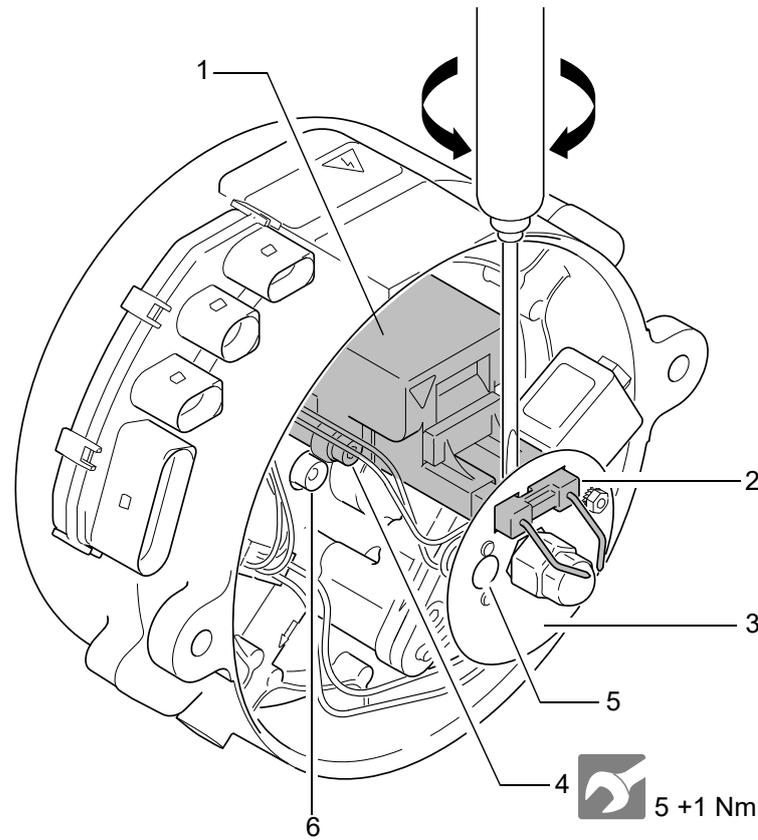
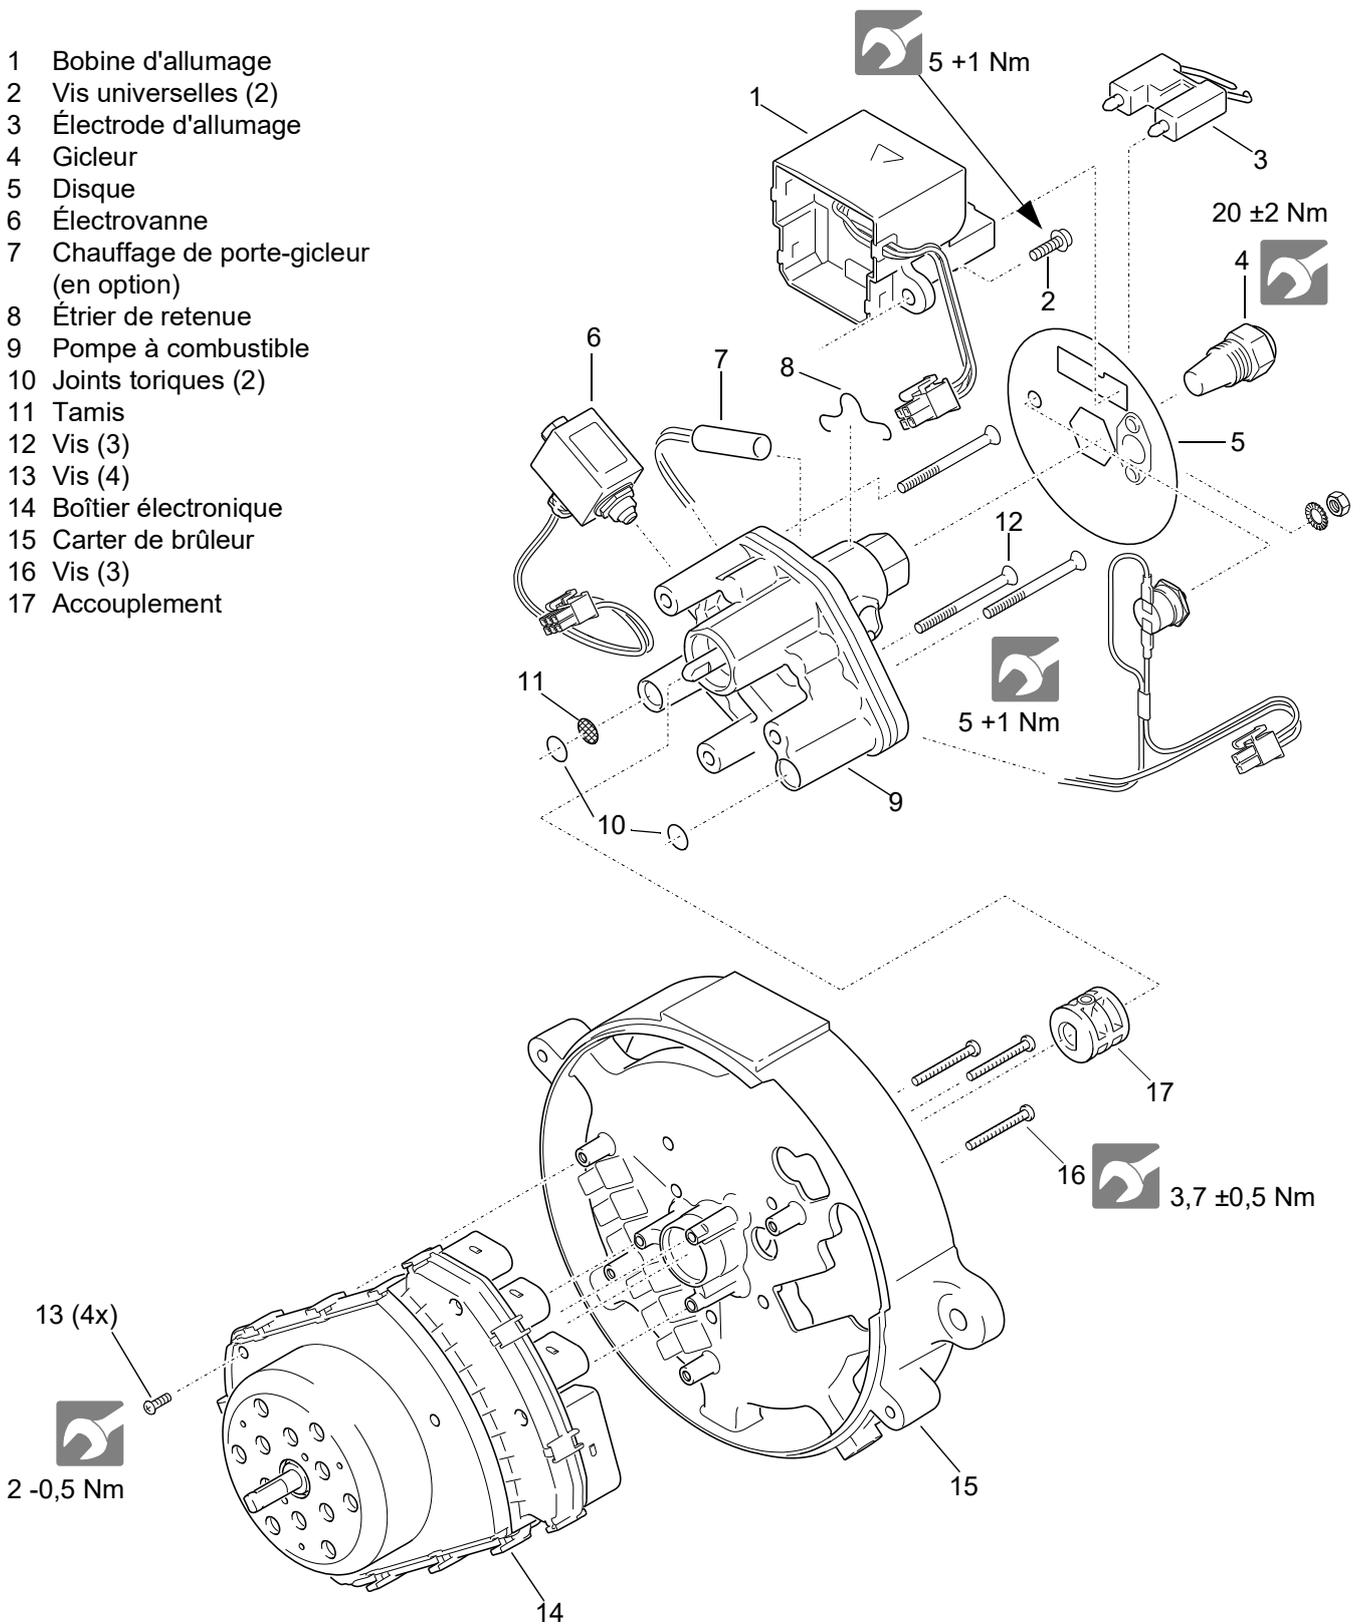
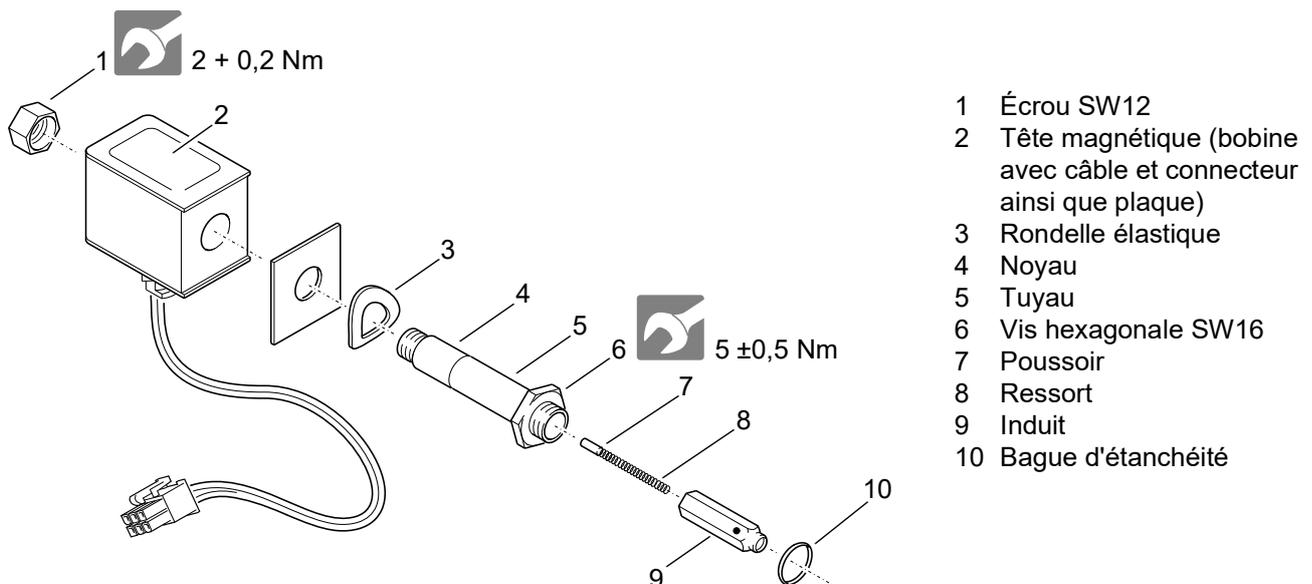

Fig. 804 Montage et démontage de la bobine d'allumage / de l'électrode d'allumage
Fig. 805 Montage et démontage des composants
Fig. 806 Montage et démontage de l'électrovanne
2. À l'aide d'un tournevis, soulevez et enlevez l'électrode d'allumage de la bobine d'allumage en la tournant sur le côté (voir Fig. 804).
3. Retirez le disque (3) du porte-gicleur.
5. Retirez les vis combinées (4).
6. Retirez et enlevez la bobine d'allumage (1).
1. Positionnez la bobine d'allumage (1, Fig. 804) dans sa position d'installation et la fixez à l'aide des vis combinées (4).
3. Insérez le disque (3) sur le porte-gicleur de la pompe à combustible (9, Fig. 805) et l'alignez de sorte que l'électrode d'allumage (2, Fig. 804) puisse être insérée sur la bobine d'allumage et que le hublot soit au-dessus du contrôleur de flammes.
4. Insérez l'électrode d'allumage (2, Fig. 804) sur la bobine d'allumage.
- 4 Vis (2)
2. Si nécessaire, enlevez l'accouplement (17, Fig. 805) de l'arbre moteur du moteur du brûleur.
4. Retirez les 4 vis (13) qui assurent la fixation du boîtier électronique sur le carter de brûleur.
5. Retirez les 3 vis (16) qui assurent la fixation du moteur du brûleur sur le carter de brûleur.
6. Retirez le boîtier électronique (14) du carter de brûleur (15).
1. Placez le boîtier électronique (14, Fig. 805) dans sa position d'installation sur le carter de brûleur.
2. Vissez les 3 vis (16) qui assurent la fixation du moteur du brûleur sur le carter de brûleur.
3. Vissez les 4 vis (13) qui assurent la fixation du boîtier
5. Enfichez l'accouplement (17, Fig. 805) sur l'arbre moteur du moteur du brûleur.
2. Démontez la rondelle (3, Fig. 804).
5. Retirez les 3 vis (12, Fig. 805) qui assurent la fixation de la pompe à combustible sur le carter de brûleur.
6. Enlevez la pompe à combustible (9) et l'électrovanne (6).
7. Enlevez les joints toriques (10) et le tamis (11).
8. Si nécessaire, démontez l'électrovanne (6) de la pompe à combustible (9) (voir 8.9).
- 2 Vis universelles (2)
1. Si nécessaire, monter l'électrovanne (6, Fig. 805) sur la pompe à combustible (9) (voir 8.9).
2. Monter de nouveaux joints toriques (10) et un nouveau tamis (11) sur la pompe à combustible (9).
**Pour éviter d'endommager les joints toriques, ne pas tourner la pompe à combustible (9) lors du montage. Lors du montage de la pompe à combustible, utiliser de nouvelles vis possédant un revêtement de filetage.**
3. Placer la pompe à combustible (9) dans sa position d'installation en face du carter du brûleur (15). Si nécessaire, aligner au préalable l'accouplement (17) sur l'arbre du moteur du brûleur en le faisant pivoter.
4. Fixer la pompe à combustible (9) avec 3 nouvelles vis (12, avec revêtement de filetage).
5. Brancher le connecteur de l'électrovanne (6) sur le boîtier électronique (14).
7. Monter la rondelle (3, Fig. 804).
2. À l'aide d'un tournevis, soulever et enlever l'électrode d'allumage (3, Fig. 805) de la bobine d'allumage en la tournant sur le côté (voir Fig. 804).